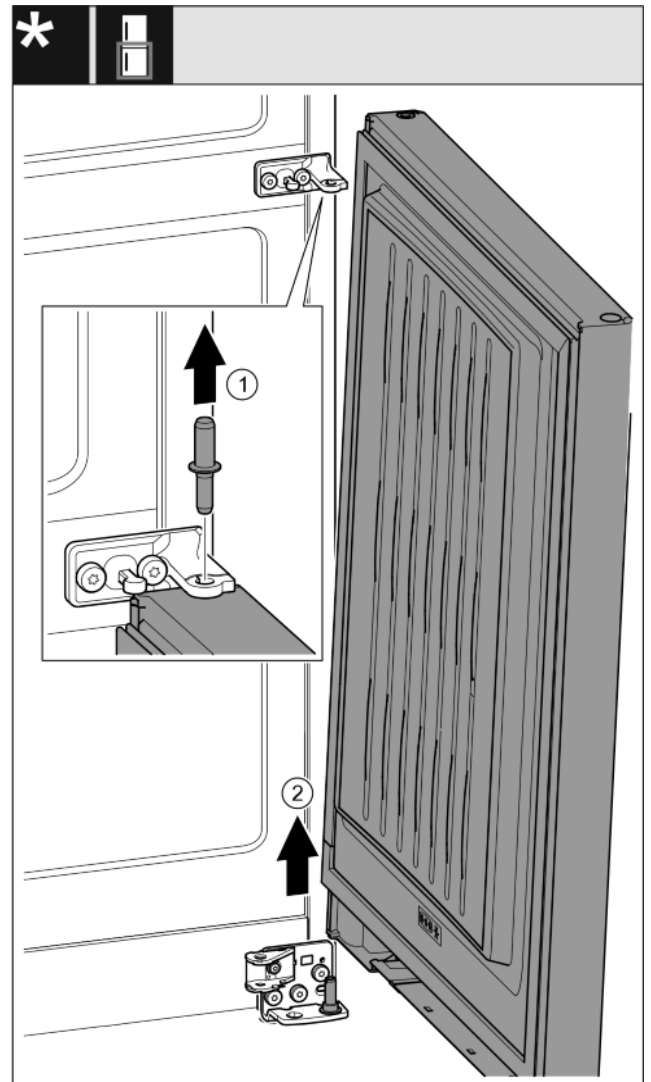

Fig. 19*
- ▶ Bolzen nach oben herausziehen.* Fig. 19 (1)
- ▶ Tür herausschwenken, nach oben ziehen und beiseite stellen.* Fig. 19 (2)